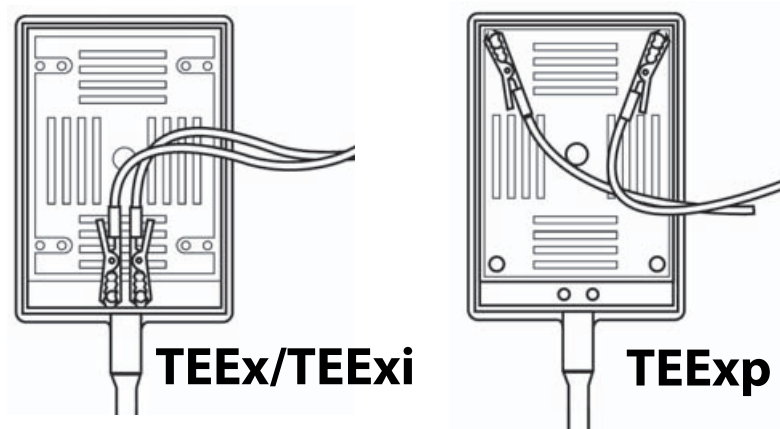

Abbildung 3 Anschluss des Schallkopfsteckers
- c** Die roten Elektroden mit den Rändelschrauben des Schallkopfsteckers verbinden, siehe **Abbildung 3**. Die Konfiguration dieser Elektroden hängt von Ihrem Schallkopfmodell ab. Siehe Schritt 2b zur Bestimmung Ihres Schallkopfmodells.